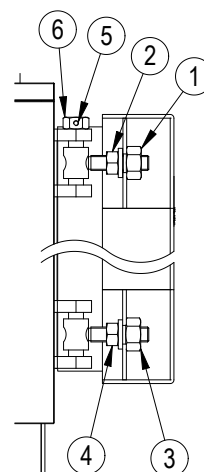

рис. 10
5.6.2 для моделей PREXTHERM RSW 720N÷1060N (рис. 10)